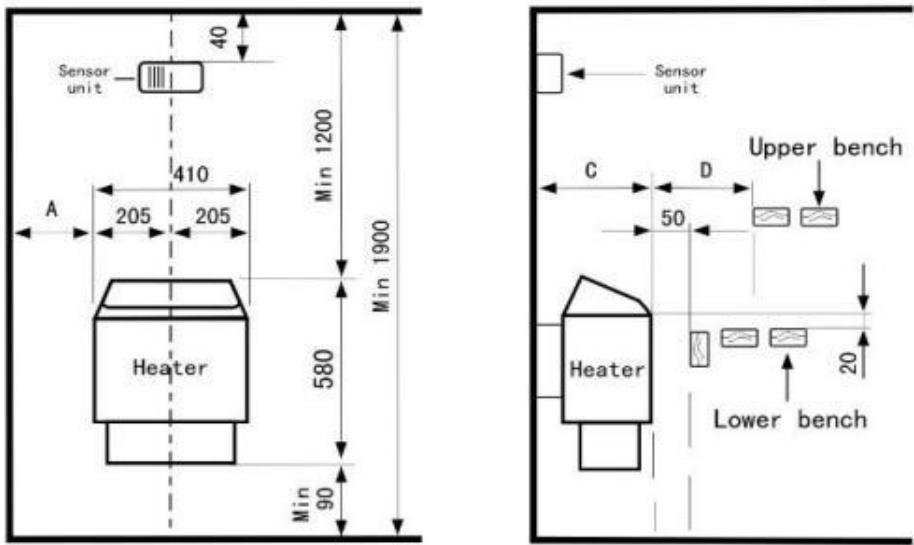
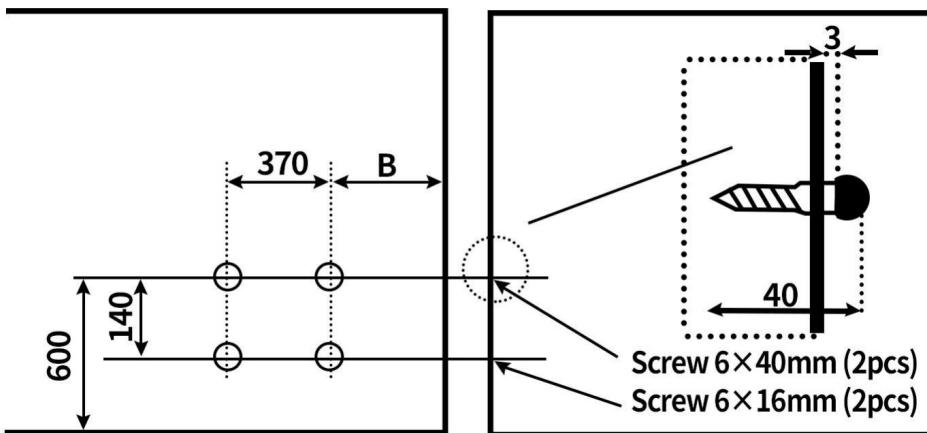

Fig3
Fig4
Le capteur de température et le poêle de sauna doivent être installés conformément aux schémas suivants. (Voir Fig. 3 et Fig. 4)
1. Fixez l'unité de capteur avec des vis au mur directement au-dessus du sauna Poêle à l'intérieur du sauna. Consultez le schéma pour connaître la distance minimale (voir fig. 3).
pendant installation (voir fig. 3), qui est incluse dans le schéma d'installation. Le non-respect suivre ces instructions peut provoquer une brûlure sur le mur en bois.